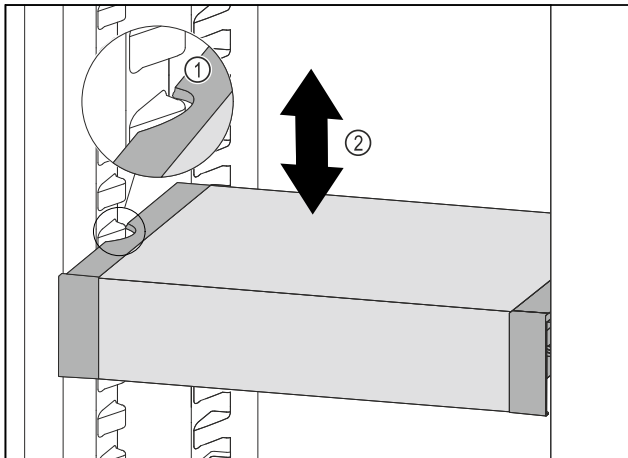

Fig. 131
- ▶ Tire del VarioSafe hacia delante hasta que los huecos laterales del VarioSafe se encuentren a la altura de la nervadura del recipiente en el compartimento del frigorífico. Fig. 131 (1)
- ▶ Mueva el VarioSafe hacia arriba o hacia abajo en el compartimento del frigorífico hasta alcanzar la altura deseada. Fig. 131 (2)